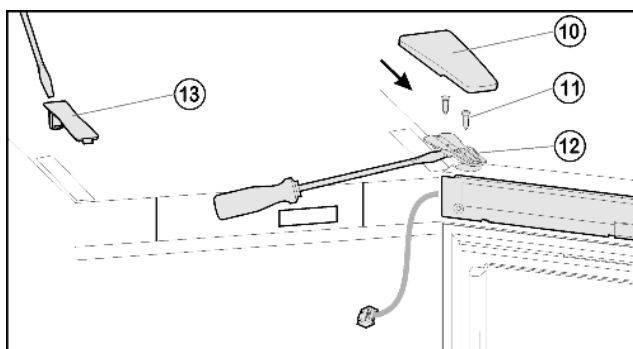
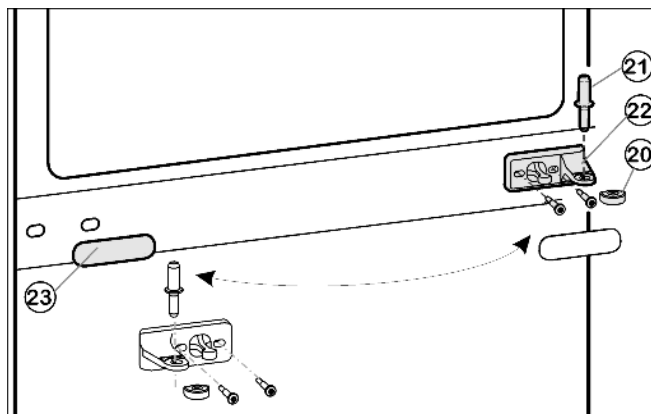
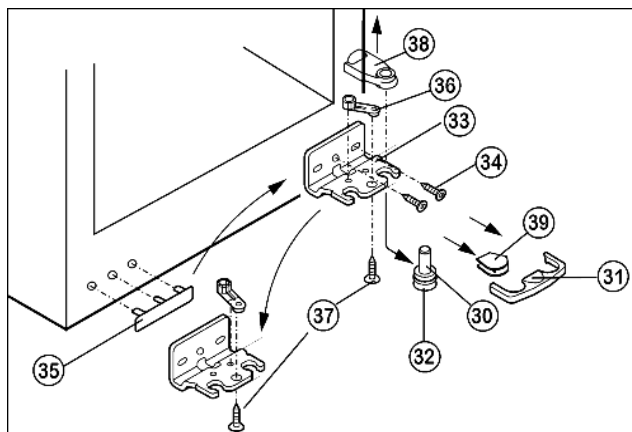

Fig. 5
Fig. 6
Fig. 7
- ▶ Вытяните крышку Fig. 5 (10) вперед и снимите крышку Fig. 5 (13).
- ▶ Отпустите винты Fig. 5 (11).
- ▶ Снимите дверцу вместе с опорным кронштейном Fig. 5 (12) и кабелем вверх. Для снятия, возможно, понадобится осторожно подцепить опорный кронштейн снизу шлицевой отверткой.
- ▶ Вытащите из опорного кронштейна и нижней дверцы средний опорный палец Fig. 6 (21).
- ▶ Пластмассовый колпачок Fig. 6 (20) снимите.
- ▶ Снимите средний опорный кронштейн Fig. 6 (22).
- ▶ Осторожно снимите накладку Fig. 6 (23).
- ▶ Открутите средний опорный кронштейн Fig. 6 (22) и прикрутите его с поворотом на 180° на новую сторону шарнира.
- ▶ Снова защелкните накладку Fig. 6 (23) на стороне, где теперь будет ручка.
- ▶ Нижнюю крышку Fig. 7 (31) снимите движением вперед.
- ▶ Нижнюю крышку Fig. 7 (39) снимите.\*
- ▶ Снимите крышку Fig. 7 (38) вверх.\*
- ▶ Полностью вверните регулируемую опору Fig. 7 (32).
- ▶ Вытяните опорный палец Fig. 7 (32) вниз и вперед. При этом следите за гнездом шарнира Fig. 7 (30).
- ▶ Открутите опорный кронштейн Fig. 7 (33) (2 шт. Torx 25) Fig. 7 (34).
- ▶ Открутите опорную деталь Fig. 7 (36) (1 Torx 25) Fig. 7 (37) и, переставив в отверстие на противоположной стороне опорного кронштейна, снова прикрутите.
- ▶ Осторожно приподнимите и переставьте крышку Fig. 7 (35) со стороны ручки.
- ▶ Снова прикрутите опорный кронштейн Fig. 7 (33) на новой стороне шарнира, при необходимости с помощью аккумуляторного шуруповерта через внешний продольный паз и круглое отверстие.
- ▶ Снова слегка наклоните устройство назад и переставьте опорный палец Fig. 7 (32).
- ▶ Установите дверь сверху на опорный палец Fig. 7 (32).
- ▶ Вставьте средний опорный палец Fig. 6 (21) через средний опорный кронштейн Fig. 6 (22) в нижнюю дверцу.
- ▶ Установите пластмассовый колпачок Fig. 6 (20).
- Установите верхнюю дверцу на средний опорный палец Fig. 6 (21), закройте дверцу и установите верхний опорный кронштейн Fig. 5 (12) так, чтобы он защелкнулся в верхней стороне устройства.
- Прикрутите опорный кронштейн Fig. 5 (12). При необходимости просверлите отверстия или используйте аккумуляторную отвертку.
- Защёлкните крышку Fig. 5 (10) и крышку Fig. 5 (13).
- При необходимости выравнивайте дверцы через два продольных паза в нижнем опорном кронштейне Fig. 7 (33) и среднем опорном кронштейне Fig. 6 (22) параллельно корпусу устройства, затем затяните винты.
- Снова защелкните крышку Fig. 7 (31) на опорном кронштейне снизу.